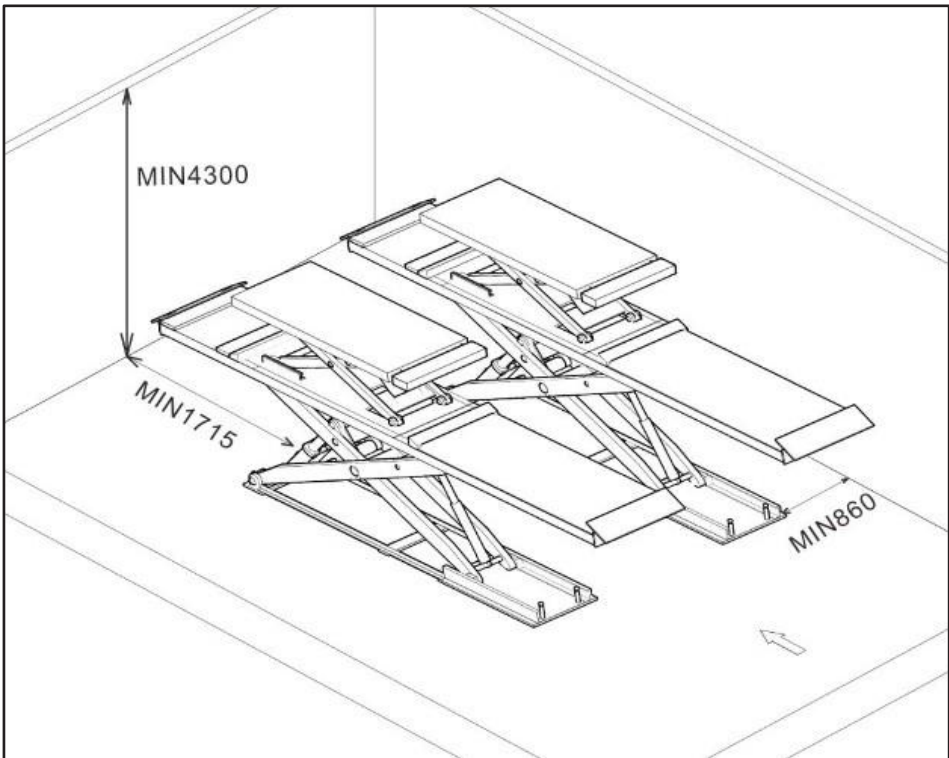

图 8
- 举升机必须根据离墙、柱和其它设备规定的特定安全距离安装（图 8）离墙面的最小距离为 1000MM，为防止紧急状况和工作便捷，安全通道的足够空间也应考虑安装地点事先应有电源和气源通至控制台位室内高度不能小于 4000MM 举升机推荐安装在地坑内，按图 8 要求施工安装基础但也可安装在任何室内地面，只要地面水平符合要求和有足够的重量承受力 (25MPa)